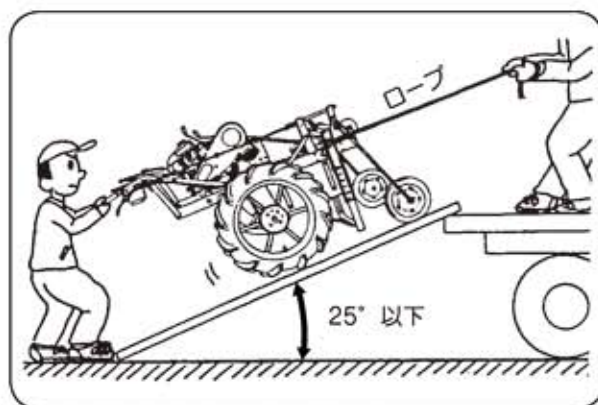

図13
- 1) 車への積み降ろしはアユミ板の角度が25°以上急傾斜にならない丈夫な板を使用してください。(図13)
- 5) 本機は移動時にバランスが変わります。積み降ろし時は2人作業で1人がロープ等で前方を引っ張って補助しながらおこなってください。(図13)